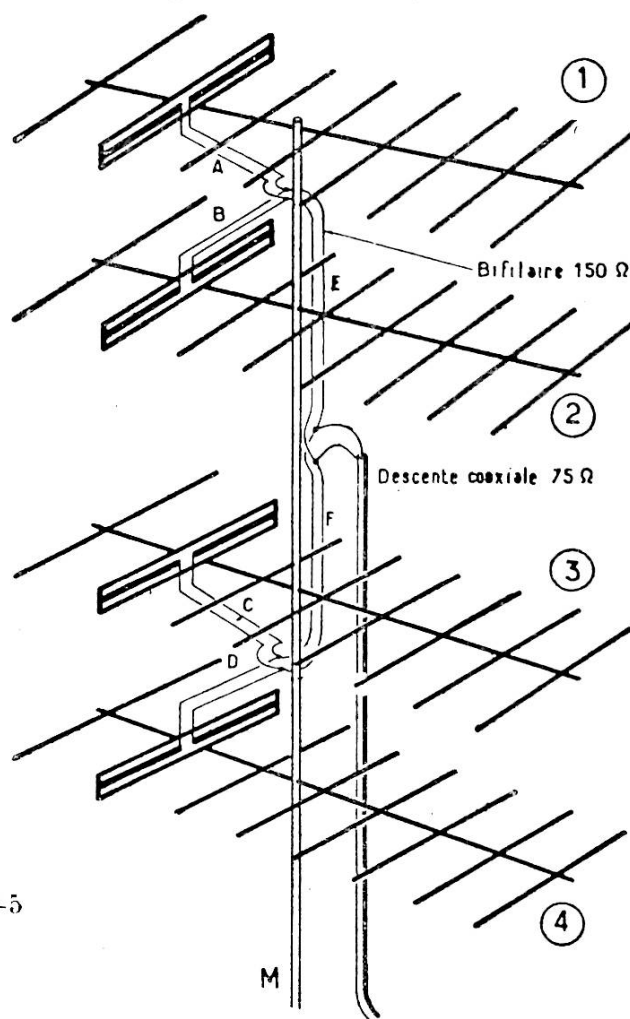

FIG. V-5
a) Soit l'antenne Leclerc type G32, en 4 nappes de 8 éléments superposées (voir figure V-5) ; gain réel = 16,5 dB.